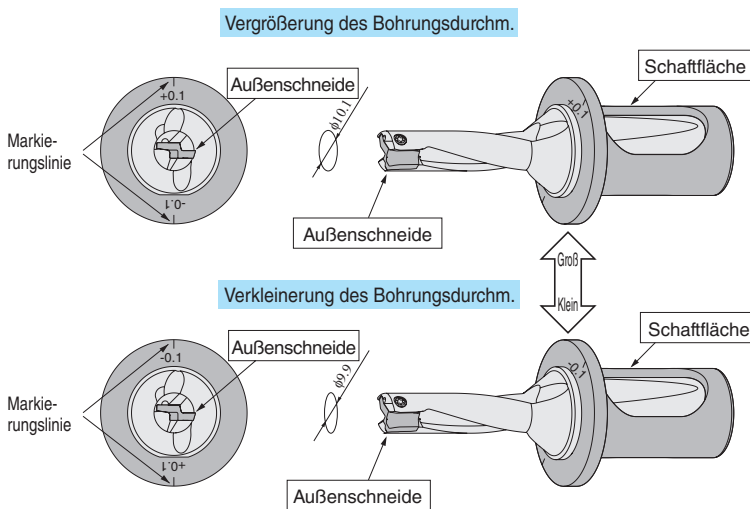

Abb. 1 Methode zum Einstellen des Bohrungsdurchmessers (Beispiel)  $\varnothing 10$ -Bohrer
- (1) Stellen Sie die Außenschneide horizontal um 90° gedreht zur Markierungslinie auf der Hülse ein. (Abb. 1)
- (2) Um einen größeren Bohrungsdurchmesser einzustellen, drehen Sie die Hülse mit der Markierung +0.1 mm bis zur Spanfläche des Bohrers. Um einen kleineren Durchmesser einzustellen, drehen Sie die Hülse mit der Markierung -0.1 mm bis zur Spanfläche des Bohrers. (Abb. 1)